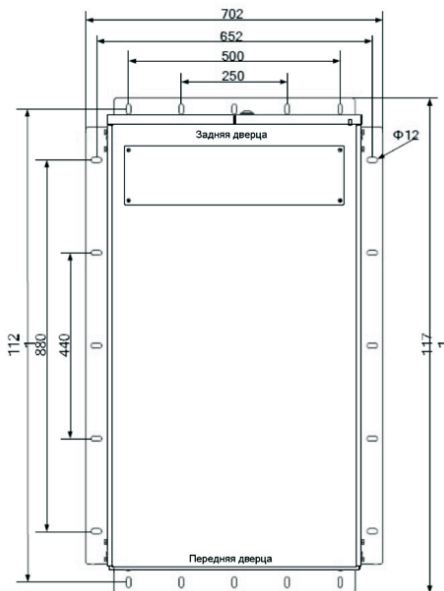

Рис. 2-9. Сейсмостойкие комплекты и монтажные отверстия (вид сверху)
2. Обозначьте монтажные отверстия на левой и правой сторонах шкафа, как показано на рис. 2-9.